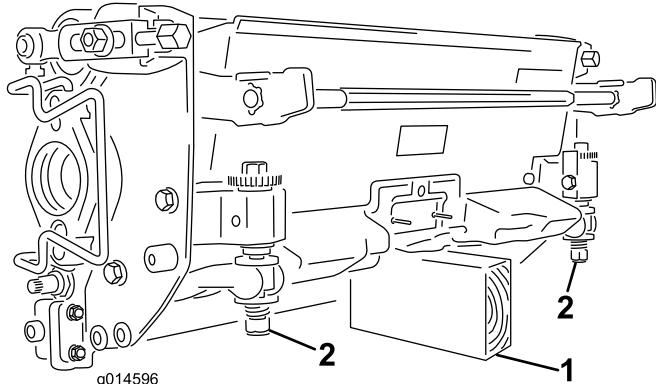

図 10
**重要** カッティングユニットを傾けてベッドナイフとリールが見えるようにする際には、ベッドバー調整ネジが床や作業台に押し付けられることのないよう、カッティングユニット後部に支えを入れて浮かせてください（図 10）。